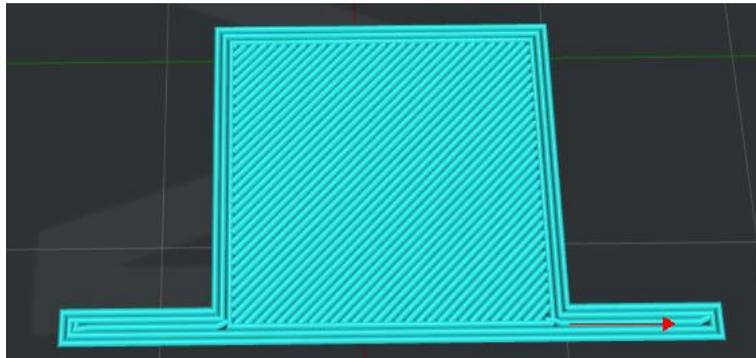
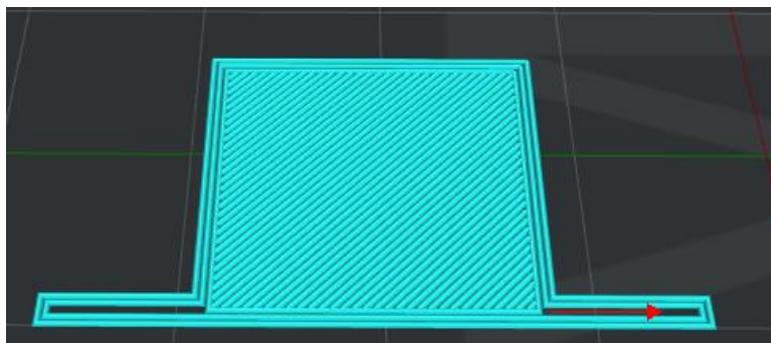

図 5.75: 「シェルのギャップを埋めます」を有効にする。
図 5.76: 「シェルのギャップを埋めます」を無効にする。
**シェルのギャップを埋めます** とは、この機能を有効にすると、**図 5.75** と **図 5.76** のようにシェル間にギャップがないことを意味します。